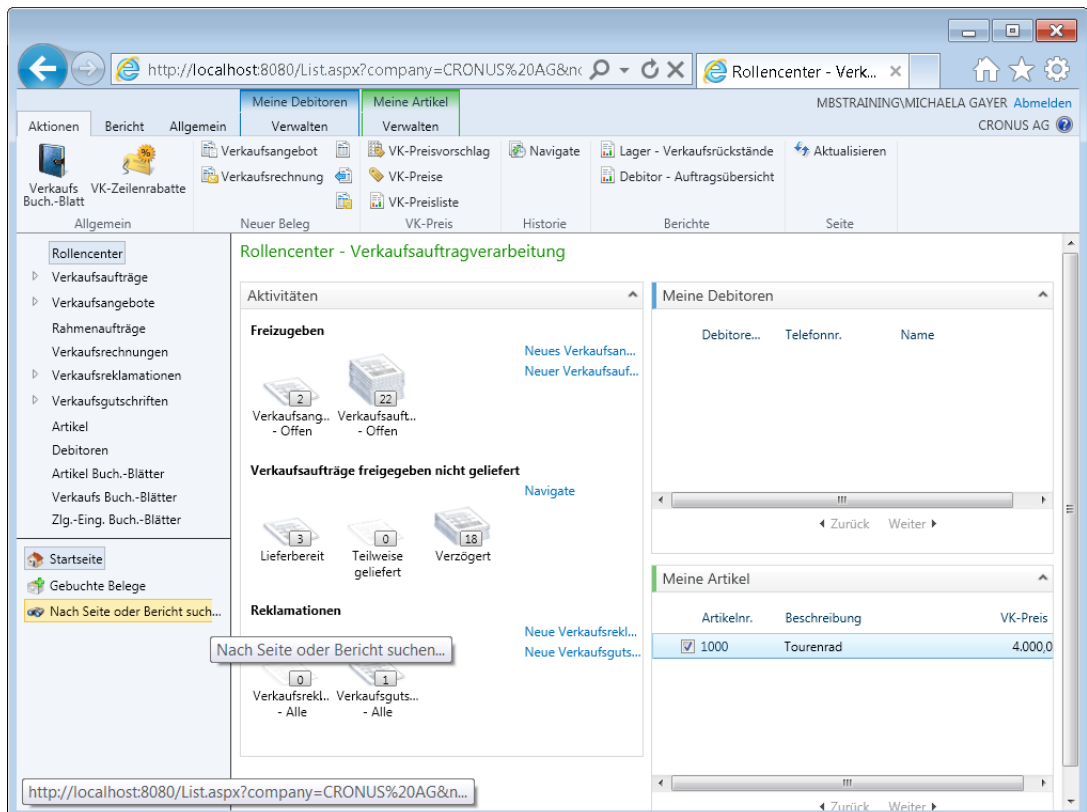

Abbildung 2.24 Rollencenter im Webclient mit der Menüoption *Nach Seite oder Bericht suchen*
4. Wählen Sie links unten im Menü die Option *Nach Seite oder Bericht suchen* (siehe Abbildung 2.24)